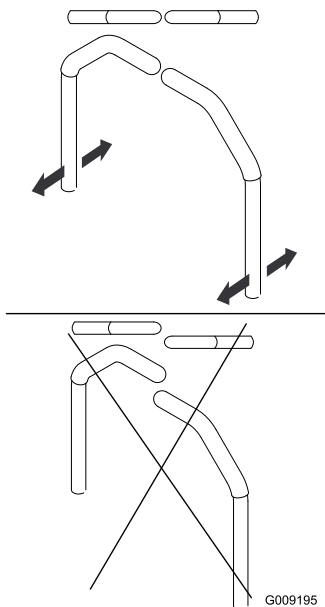

Figure 82
4. Réglez l'alignement avant/arrière des leviers en les plaçant tous deux à la position **POINT MORT**, puis faites-les coulisser jusqu'à ce qu'ils soient alignés, et serrez les boulons (Figure 82).